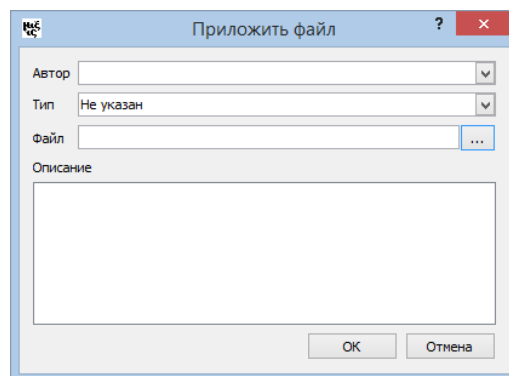

Рис.5 – Диалог «Приложить файл»
3.4.2. Для прикрепления файла, графического изображения или документа следует в окне истории изменений выбрать соответствующую запись и нажать кнопку **Приложить файл**. На экране появится диалог **Приложить файл**, представленный на рис.5.